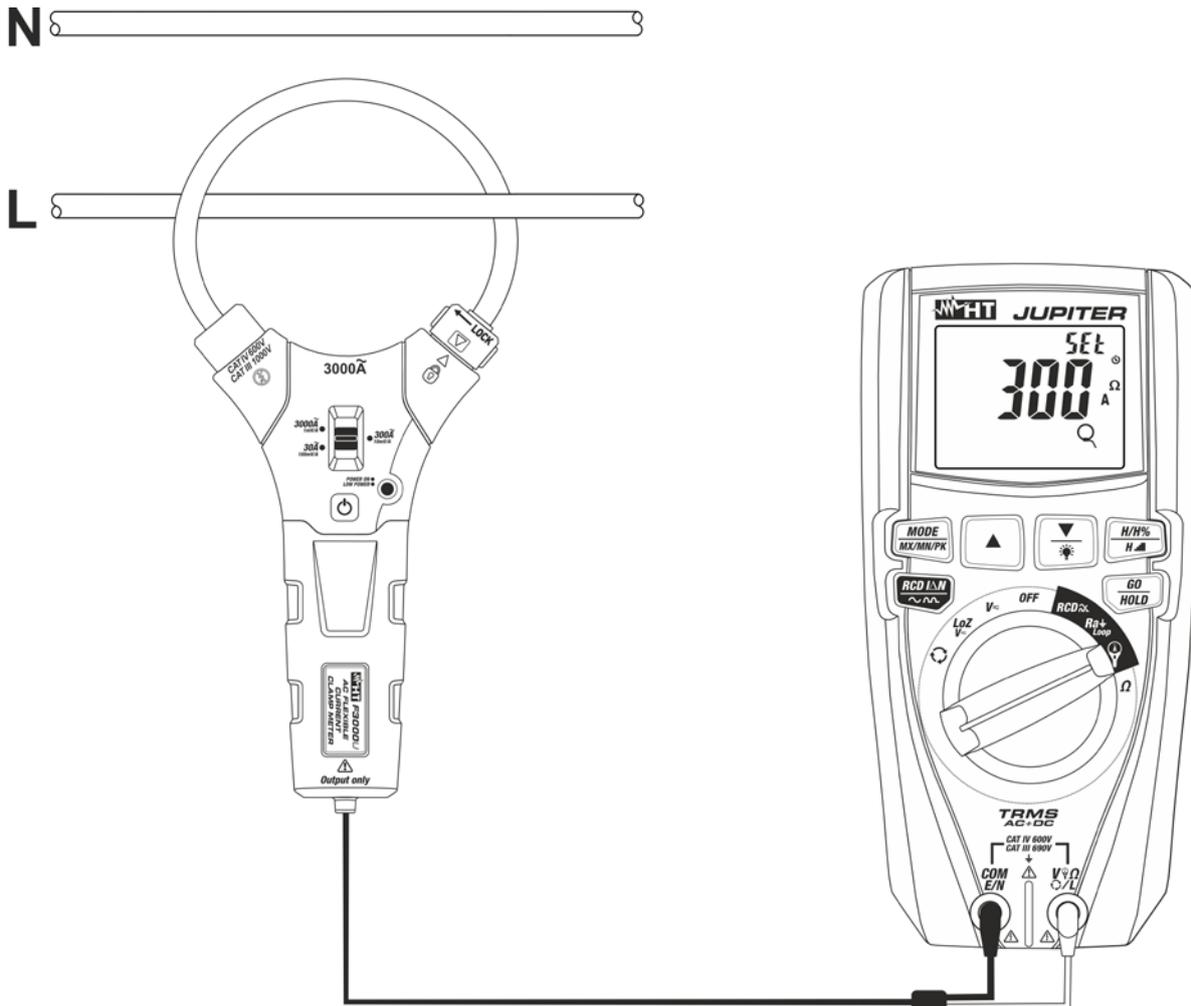
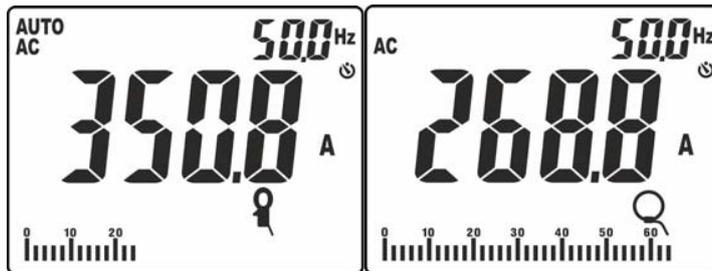

Fig. 38: Uso do instrumento para medir correntes com transdutor com pinça
Fig. 39: Resultado da medição de correntes CA com pinça standard e flexível
8. Inserir o cabo no interior do toroide (ver Fig. 38). O valor da corrente é apresentado na Fig. 39.